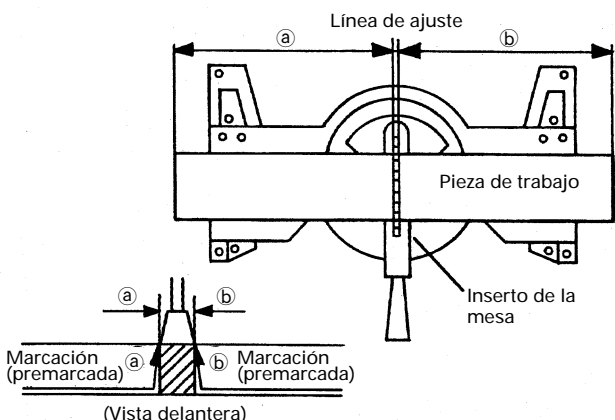

Fig. 21
- (1) Como se muestra en la Fig. 21, la anchura de la hoja de sierra es la de corte. Por lo tanto, deslice la pieza de trabajo hacia la derecha (vista desde la posición del operador) cuando desee la longitud (b), o hacia la izquierda cuando desee la longitud (a).
- (2) Cuando la hoja de sierra haya alcanzado la velocidad máxima, empuje cuidadosamente hacia abajo la empuñadura hasta que la hoja de sierra se acerque a la pieza de trabajo.
- (3) Cuando la hoja de sierra haya entrado en contacto con la pieza de trabajo, empuje gradualmente hacia abajo la empuñadura para cortar dicha pieza.
- (4) Después de haber cortado la pieza de trabajo con la profundidad deseada, desconecte la alimentación de la herramienta eléctrica y deje que la hoja de sierra se pare completamente antes de levantar la empuñadura de la pieza de trabajo para devolverla a su posición de completamente retraída.